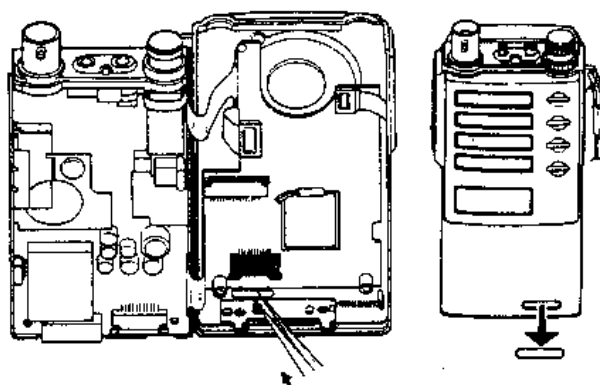

图 3-10
1. 用小镊子将 C412 的扬声器下面那个开口的小盖子拆卸下来。如图 3-10 所示。